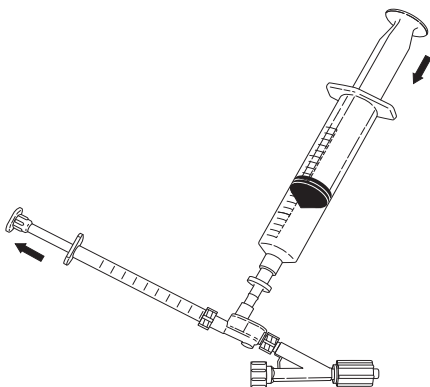

Fig. 4
6. Conecte la jeringa de 1 ml al orificio de inyección y aspire 0,5 ml de solución. Suelte la jeringa de 1 ml y purgue todas las burbujas de aire de la jeringa. Antes de volver a conectar la jeringa de 1 ml, deje un poco de solución en el orificio de inyección presionando ligeramente la jeringa de 20 ml para cebar el orificio de inyección. Vuelva a conectar la jeringa de 1 ml al orificio de inyección. **(Fig. 4)**